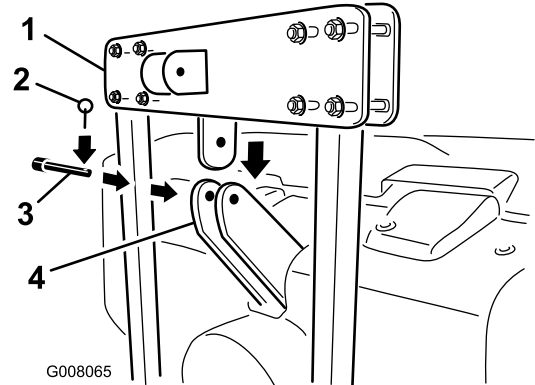

Figura 6
3. Fije la pestaña del travesaño del enganche inferior al soporte del aireador con un pasador de enganche y un pasador de seguridad (Figura 6).